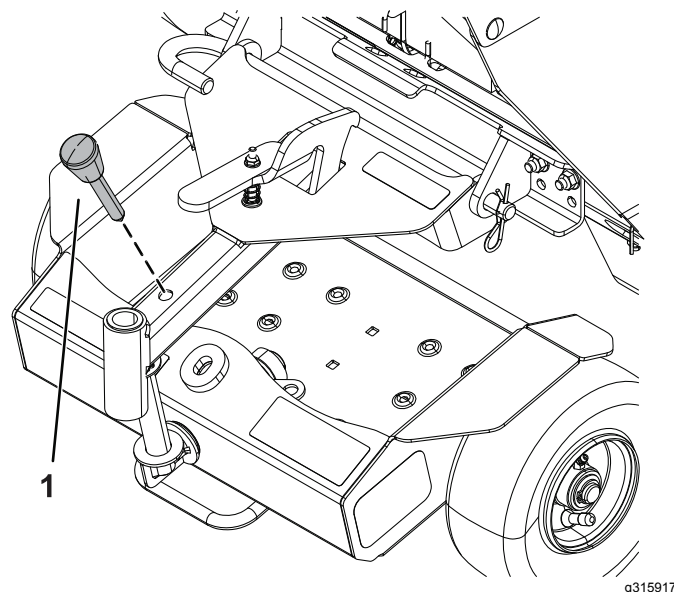

Рисунок 6
4. Поверните платформу вперед и закрепите ее транспортным штифтом (Рисунок 6).
5. Возьмитесь за рукоятку и поднимите прицепную раму на колесном ходу до фиксации ее на кронштейне (Рисунок 6).